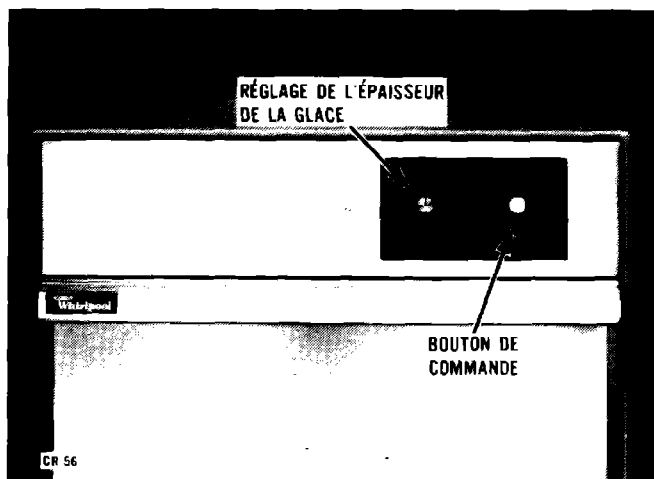

FIGURE 1 — TABLEAU DE BORD
La machine a été réglée en usine pour fabriquer des cubes de glace mesurant approximativement 13 mm d'épaisseur. L'épaisseur peut être augmentée ou diminuée en tournant le bouton de réglage « ICE » (fig. 1), mais le meilleur rendement est obtenu pour une épaisseur de 13 mm. (« THIN » : épaisseur mini; « THICK » : épaisseur maxi.)
1. Mettre le bouton de commande sur « OFF » (arrêt) (fig. 1).